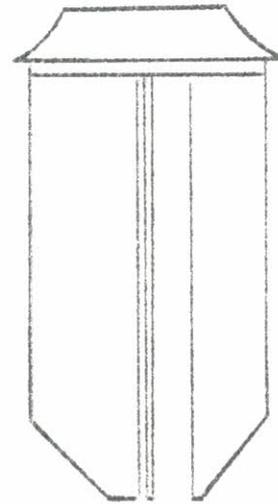

Fig. 8
- f) Proteger o sistema elétrico com uma bacia plástica (Fig. 8)